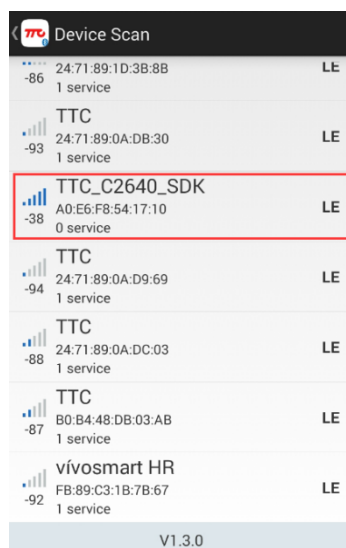

图 3-2-8 链接设备
- (4) 点击对应设备，与设备建立链接，如图 3-2-8；